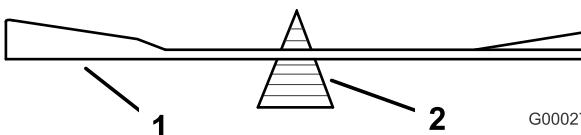
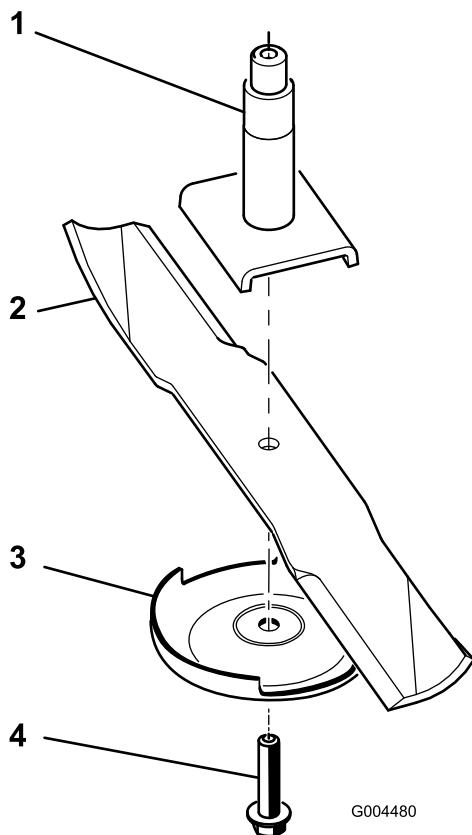

Figura 24
Figura 25
4. Retire ao parafuso da lâmina, a placa antidano e a lâmina do veio do eixo; consulte Figura 25 em Instalação das lâminas (página 20).
2. Verifique o equilíbrio da lâmina colocando-a num equilibrador de lâminas (Figura 24). Se a lâmina ficar na horizontal é porque está equilibrada e pode ser utilizada. Se lâmina não estiver equilibrada, lime algum metal da extremidade da aba apenas (Figura 25). Repita este procedimento até a lâmina estar equilibrada.
1. Instale a lâmina no eixo (Figura 25).
2. Instale a placa antidano e o parafuso da lâmina (Figura 25).